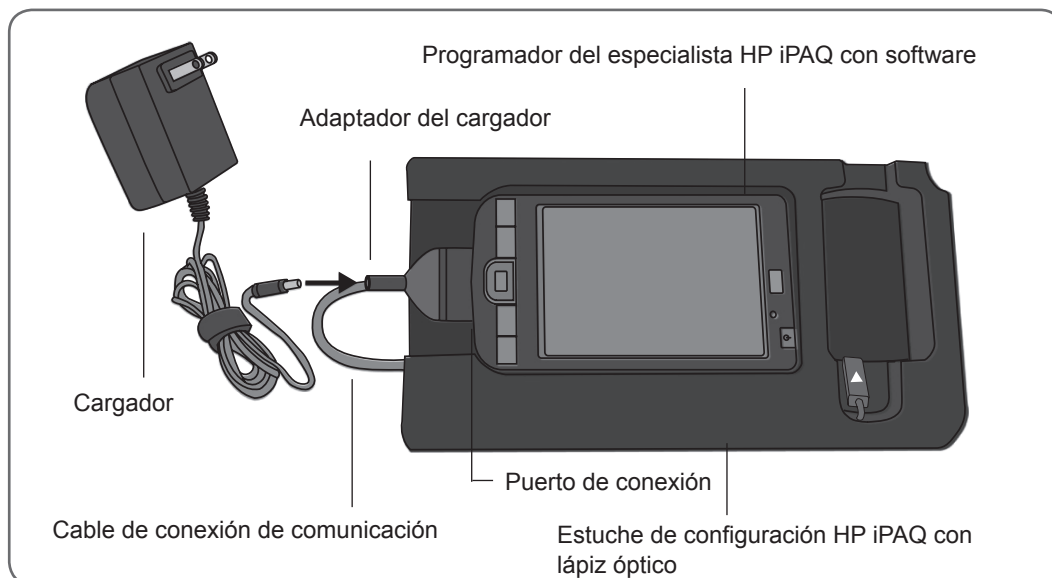

Ilustración 7-1: Configuración de instalación y carga del dispositivo PDA.
1. Oriente el programador del especialista en el estuche de configuración con la pantalla táctil hacia arriba y el puerto del conector hacia la izquierda. Consulte la Ilustración 7-1.
1. Conecte el cargador del programador del especialista al adaptador del cable de conexión de comunicaciones. Consulte la Ilustración 7-1.